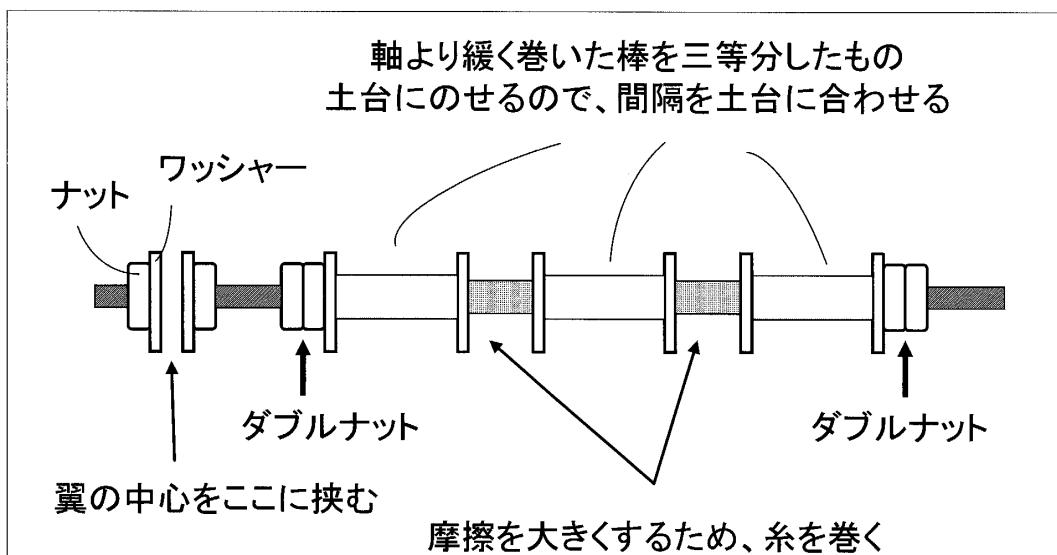

図9. 主軸の構成
- ② 少し緩めに巻いた短い棒の1本を用意し、三等分にしておく。これが軸を通す筒となり、この部分を土台に固定する。
- ③ 図9のようにして主軸を作る。